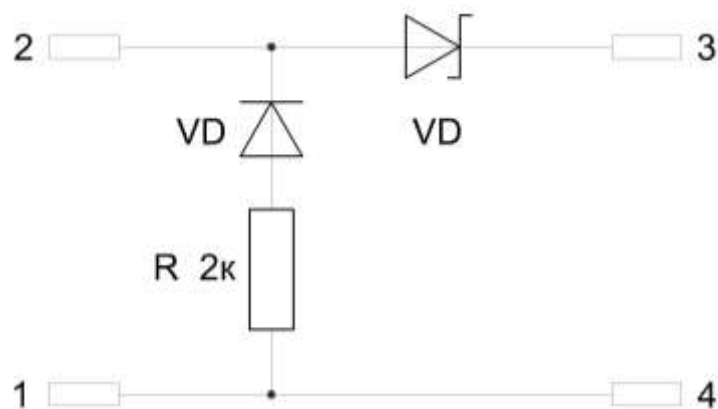

Рис. 9. Оконечный элемент ОЭ4. Схема.
- ОЭ4 (НЛВТ.425533.130-01), Рис.4, Рис.9 – оконечный элемент, предназначенный для обеспечения контроля на обрыв выходной цепи управления модулем пуска АСПТ контроллера пожаротушения.